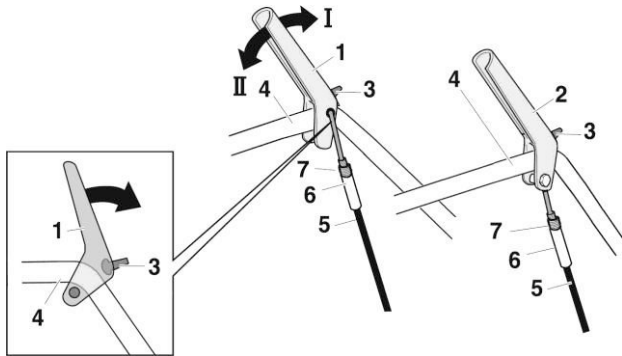

Рис. 8.
1. Установить в отверстие на рычаге (см. рис.8, поз.1, 2) S-образный конец пальца.
2. Закрутить на резьбу S-образного пальца втулку (рис.8.п.6) тросика привода (рис.8 п.5).
3. Плотнo закрутить гайку (рис.8 п.7) к втулке (рис.8 п.6).
Рычаги приводов колес и шнека (1, 2) должны прижиматься к рукоятке управления (4) без чрезмерных усилий. (рис.8)
Примечание: Демпфер (3) защищает лакокрасочное покрытие от повреждений при отпуске рычагов приводов колес и шнека (1, 2). (рис.8).